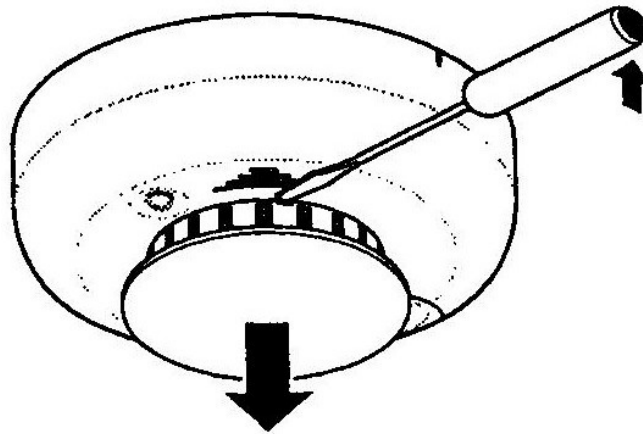

Figura 23. Extracción de la tapa del detector
4. Introduzca un destornillador plano en la muesca de la tapa del detector y aprete suavemente el mango hacia abajo para que entre el destornillador (Ver figura 23).